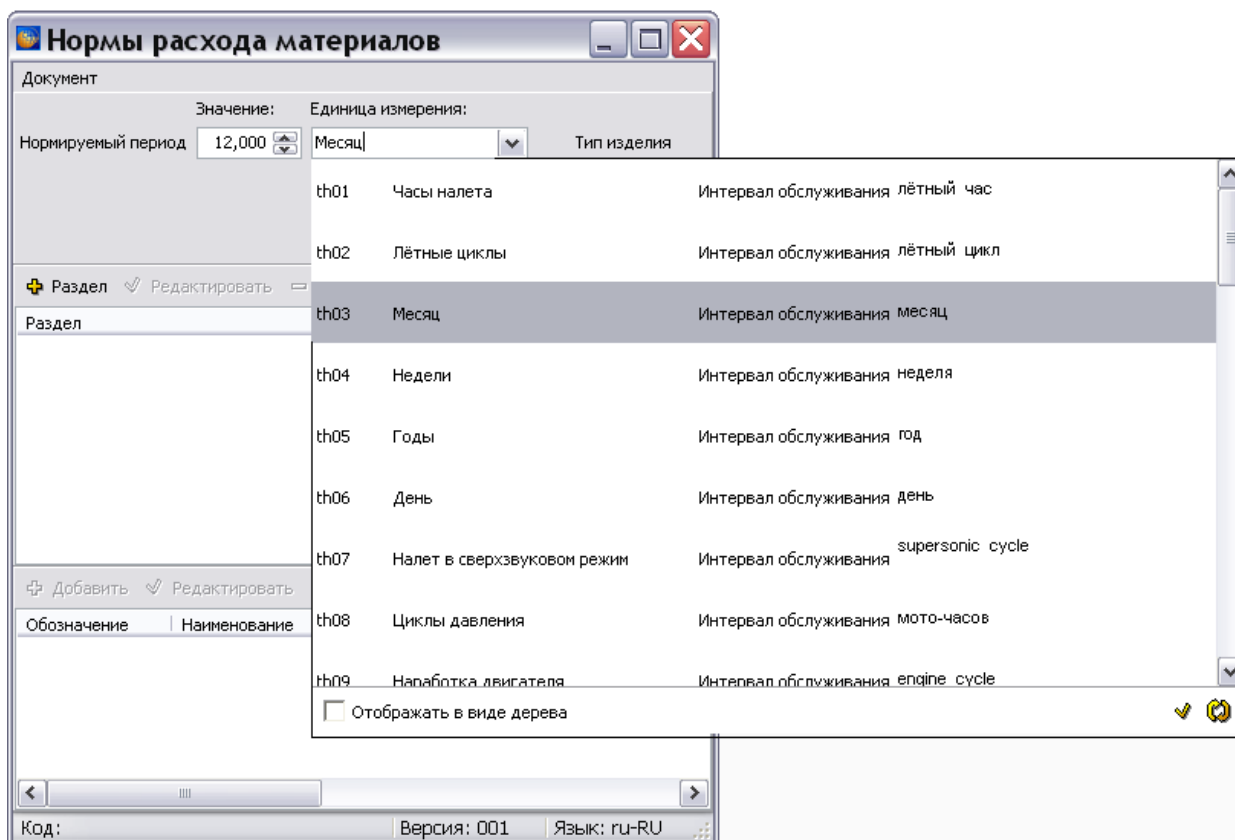

Рис. 11.2
2. В поле **Единица измерения** нажмите на кнопку , и выберите из списка единицу измерения, например «месяц» (Рис. 11.2).